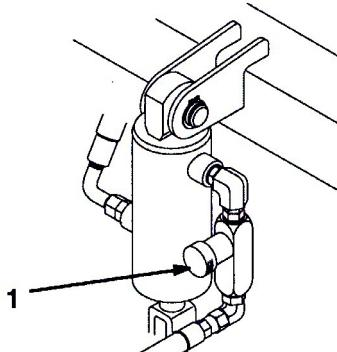

図53
本機のカッティングユニット昇降回路にはフローコントロールバルブ(図53)があります。このバルブは出荷時に約3回転の開度に調整されていますが、作動油温度、作業速度などにより調整が必要にな場合があります。以下の手順で調整します：
1. 調整バルブは運転席の下にある油圧シリンダに装着されている(図53)。